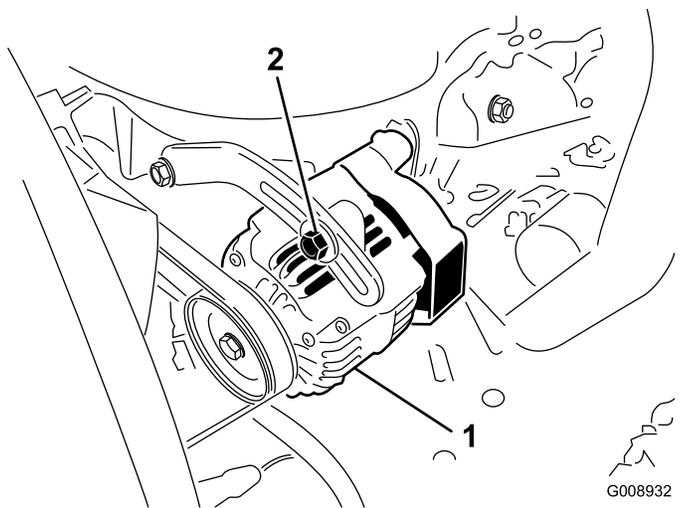

Рисунок 102
Через каждые 100 часов работы проверяйте состояние и натяжение ремней (Рисунок 102).
3. Если прогиб не равен 10 мм, ослабьте болты крепления генератора (Рисунок 102).